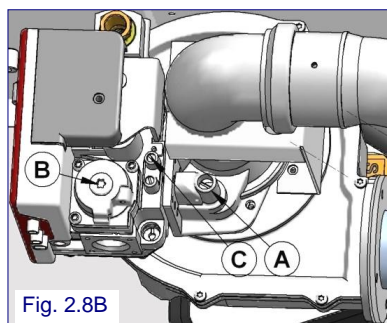

Fig. 2.8B
**2.8A Control presión conexión gas** (Fig. 2.8B).
**2.8B Comprobación capacidad térmica quemador** (Fig. 2.8B-C).
**Nota: el tornillo (B) (Fig.2.8B) de la válvula de gas no necesita regulación alguna, ya que ha sido calibrado durante el ensayo en la fábrica, con una relación aire-gas de 1/1**